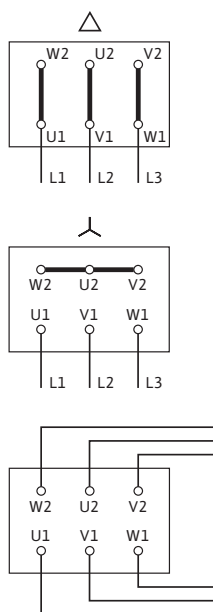

Fig. 17: Nettilkobling
Koblingsskjemaet for elektrisk tilkobling befinner seg i koblingsboksdekslet (se også Fig. 17).
- Nettilkoblingen er avhengig av motorytelsen  $P_2$ , nettspenningen og innkoblingstypen. Den nødvendige koblingen til forbindelsesbroene i koblingsboksen finner du i påfølgende opplisting "Tab. 4: Tilordning av koblingsklemmer" på side 17 og i Fig. 17.